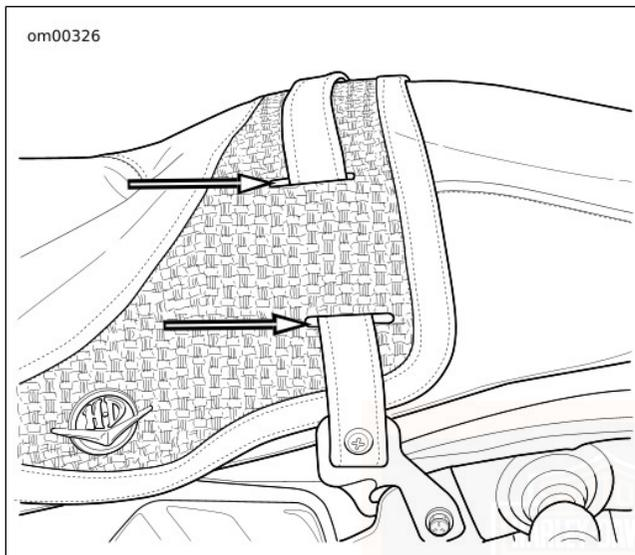

Figure 106. Fentes de sangle : FLHRC
4. **FLHRC** : Voir Figure 106. Tirer la sangle par les fentes de la selle pour la retirer.
4. **FLHRC** : Voir Figure 106. Installer la sangle par les fentes de la selle.